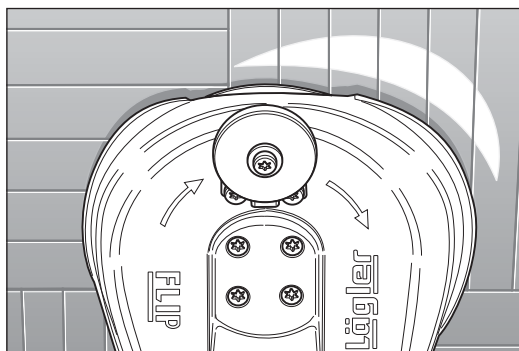
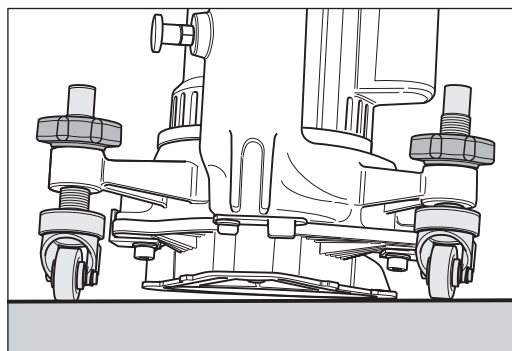
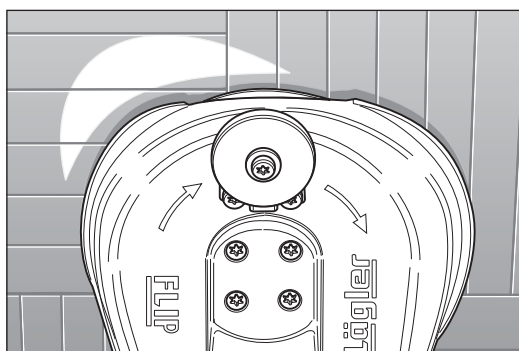
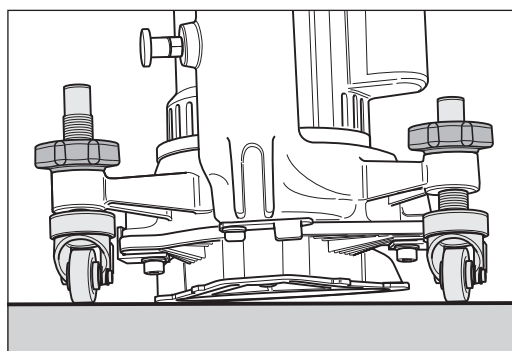

Abb. 55 Falsche Einstellung der Lenkrollen:
Abb. 56 Die Maschine schleift zu weit rechts:
Abb. 57 Falsche Einstellung der Lenkrollen:
Abb. 58 Die Maschine schleift zu weit links:
- 10 Schleift die Maschine zu weit rechts (Abb. 55) oder zu weit links (Abb. 57), sind die Lenkrollen nicht gleich hoch eingestellt (Abb. 56 und Abb. 58)!